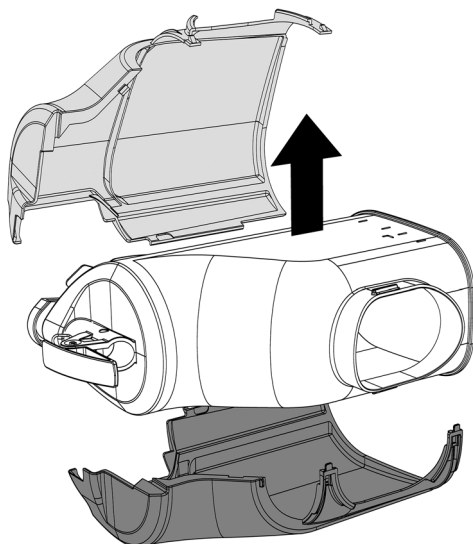

Bild 18
- 2 Erst die linke Seite der Abdeckung und dann die rechte abnehmen. (Bild 18)(Bild 18).